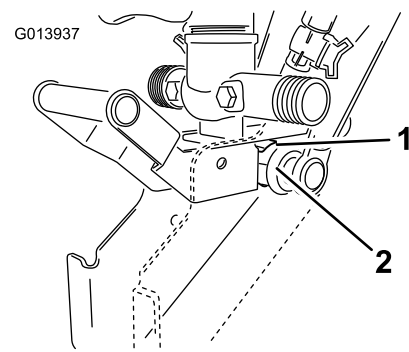

Figura 19
- D. Empurre até que o grampo encaixe sobre a caixa articulada como se mostra em Figura 19.